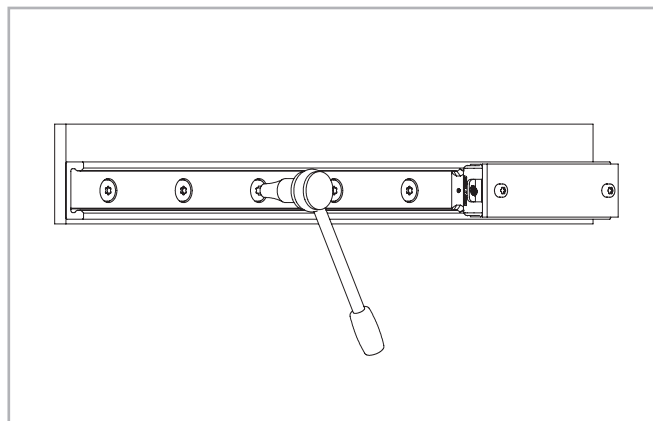

Рис. 67
(1) Аккуратно приложить направляющую с установленной кареткой к несущей поверхности, и слегка затянуть крепёжные винты до прилегания направляющей к несущей поверхности (рис. 67);